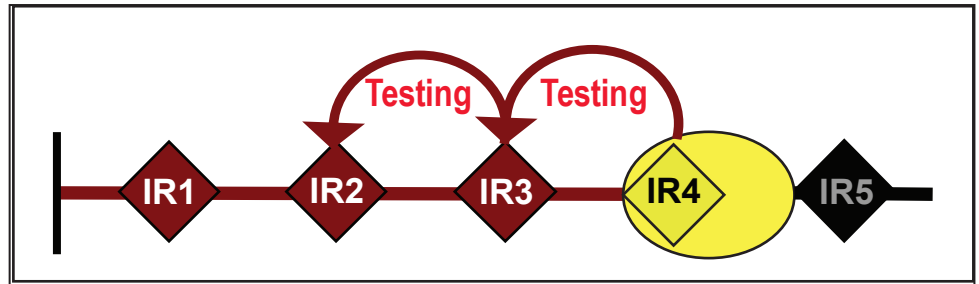

Figura 21. Falta temporária CEC; IR4 realiza o trip e inicia o teste.
- IR4 abre e inicia o teste. Ver Figura 21 na página 43.